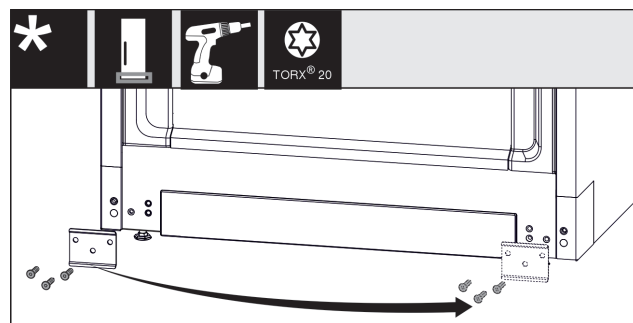

Fig. 16
- Desatornille la placa Fig. 16 (1), muévela hacia el otro lado y vuelva a atornillarla.